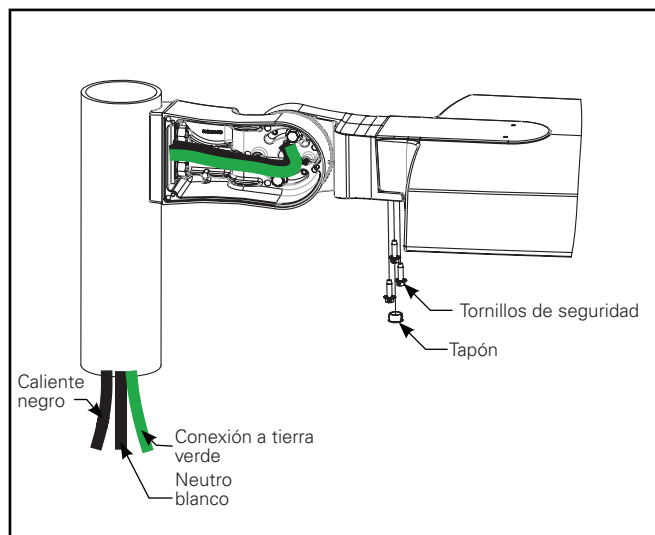

Figura 4.
7. Fije la carcasa del luminario al brazo de montaje de la siguiente manera: (Figura 4).